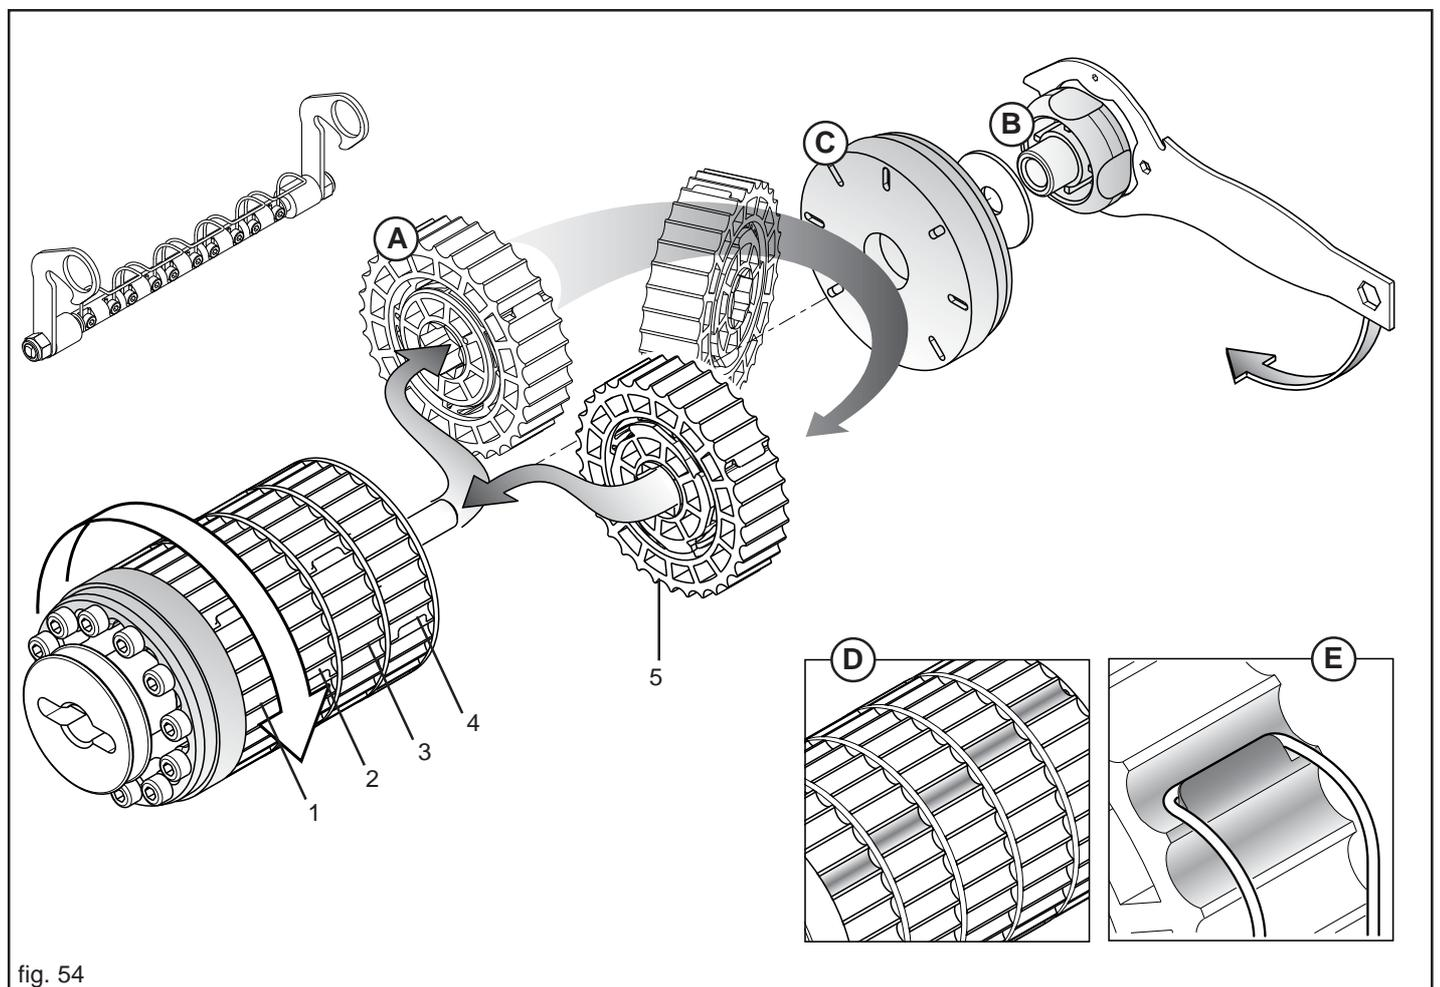

fig. 54
Vorausgesetzt, dass jedes Element (A, Abb. 54) 20% der gesamten Dosierrolle verteilt, können die arbeitenden Elemente erhöht werden, um die Drehgeschwindigkeit des Getriebes zu reduzieren und um dadurch eine gleichmäßigere Produktstreuung zu erhalten.
Nach dem Abbau der Dosierrolle von dem Gerät ist der Kugelgriff (B, Abb. 54) mit dem beigestellten Schraubenschlüssel abzuschrauben und dann ist die Feststellnutmutter (C) zu entfernen. Das ausgeschlossene Element oder die ausgeschlossenen Elemente abziehen und um 180° gedreht wieder anbringen, **wobei die korrekte Position der einzelnen Elemente einzuhalten ist** (1-2-3-4-5, Abb. 54).
Beim Anbringen der Elemente ist derart vorzugehen, dass die Kehlen der aktiven Elemente bei der Arbeit zueinander verschoben sind (D, Abb. 54), um eine kontinuierliche Streuung zu gewährleisten.
Das Reinigungselement in der Arbeitsposition festspannen und sicherstellen, dass die Federn an den entsprechenden, auszuschließenden Elementen (E, Abb. 54) befestigt sind, um deren Drehung und folglich die Streuung zu verhindern.